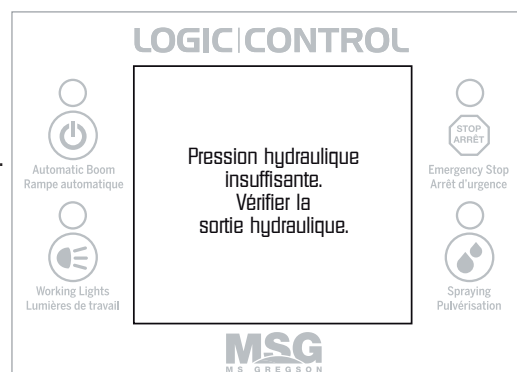

Figure 23
- Continuer à augmenter très lentement le débit jusqu'à ce que la pression chute soudainement à 0 psi et que le message d'erreur «Pression hydraulique insuffisante» apparaisse (**figure 23**). Le message sera également accompagné d'une alarme sonore. (**Ne plus augmenter le débit hydraulique à partir de ce moment**). Le débit est maintenant ajusté à 5 gpm. Sur la majorité des tracteurs, le déclenchement du coupe-circuit se fera lorsque la pression indiquée est d'environ 180 psi.